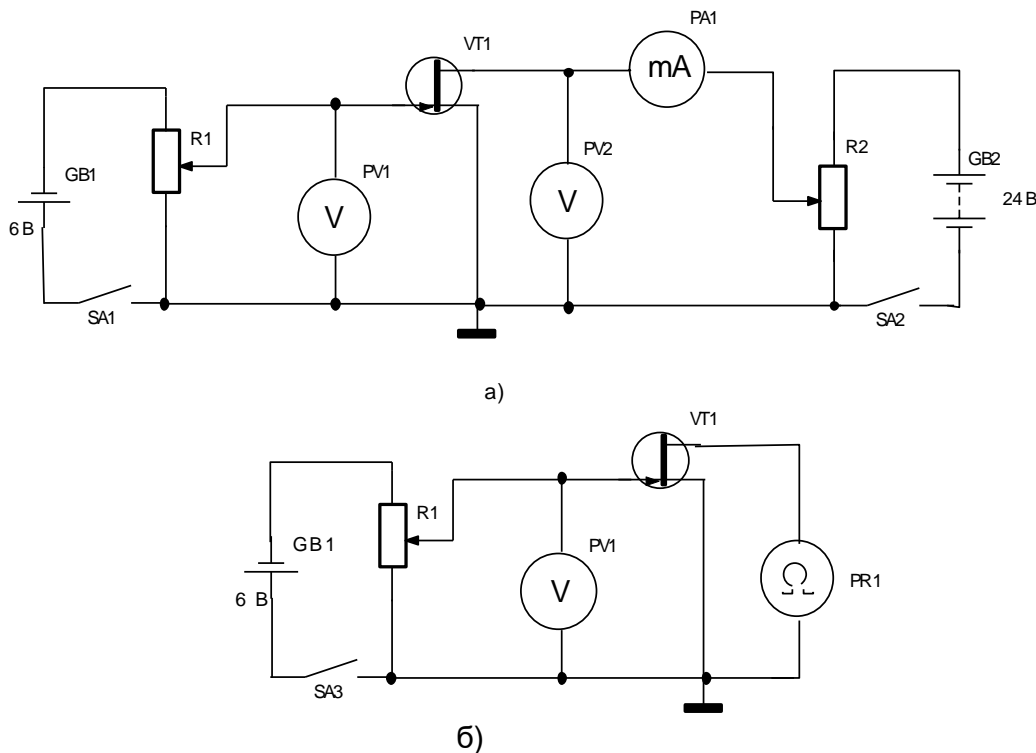

Рисунок 6.4 - Схема для дослідження статичних характеристик транзистора (а) та залежності опору каналу від керуючої напруги (б)
5. Ознайомитися із електричними схемами (рис.6.4а) для проведення досліджень, зарисувати їх в чернетку.
2. Зібрати електричну схему для експериментальних досліджень ВАХ (рис.6.4а), застосовуючи правила підключення до транзистора джерел ЕРС кола стоку та кола затвору.
5. Перекомутувати електричну схему для експериментальних досліджень опору каналу від керуючої напруги (рис.6.4б).